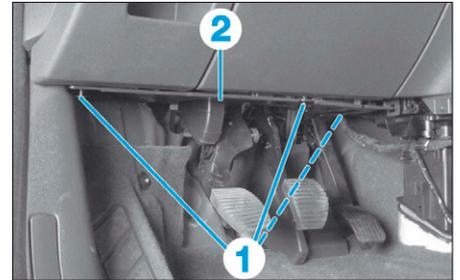

FIG. 44
- Déposer les agrafes (1) puis la garniture inférieure de boîte à gants conducteur (2) (Fig.44).